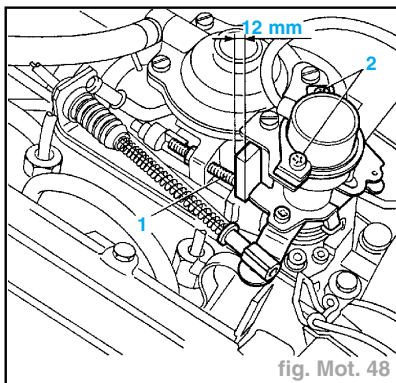

fig. Mot. 48
- Alimenter la centrale en allumant le combiné de bord. Ensuite, avec un voltmètre digital (au centième), relever la tension d'alimentation, en branchant le + à la borne 3 et le - (masse) à la borne (1) : on devra obtenir une valeur.
- Placer la jauge d'épaisseur de 12 mm entre la languette sur le levier de commande et la vis de butée (1) (fig. Mot. 48).